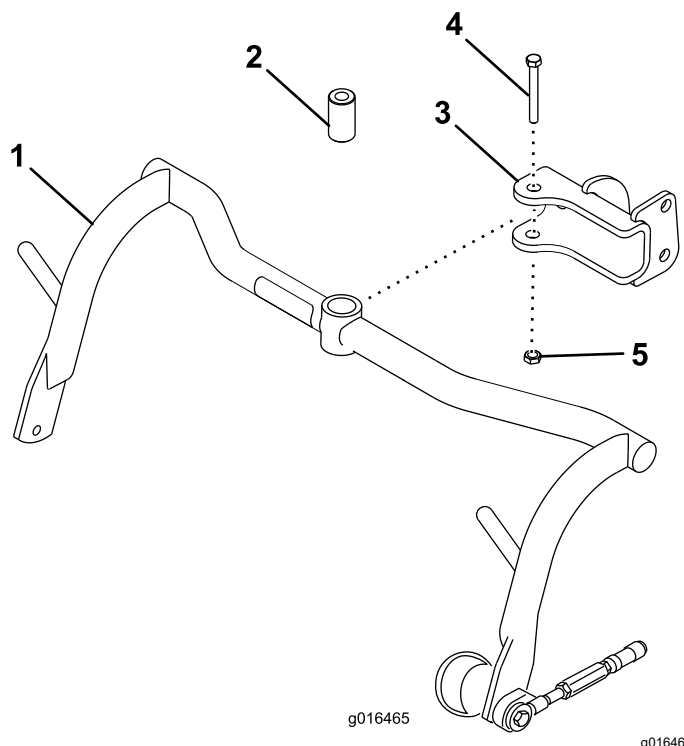

Figura 5
1. Monte um conjunto de estrutura de suporte em cada manilha com um espaçador e parafuso ($\frac{1}{2}$ pol. x $3\frac{1}{4}$ pol.); consulte Figura 5. Aperte com 91 a 113 N·m.